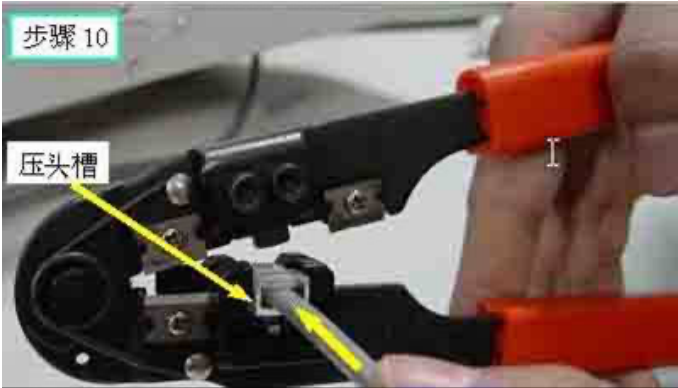

图 12 将 RJ-45 水晶头插入压线钳的压头槽
10. 将 RJ-45 水晶头插入压线钳的压头槽，如图 12 所示。注意：一只手应按在水晶头上的，以保持线缆正对和顶紧头部。